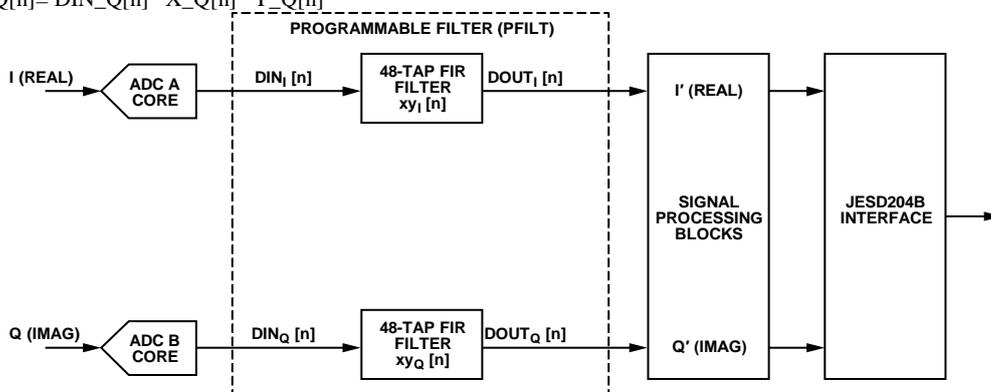

図 104. 48 タップ実数フィルタ構成
- 各 I/Q チャンネル用の 48 タップ実数フィルタ (図 104 参照)